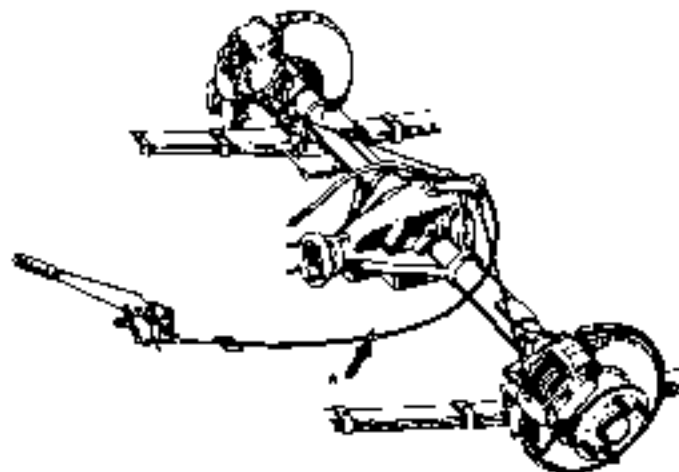

Fig. 16
31. Hebel fuer Handbremse; dieser Hebel bewirkt die Blockierung der Hinterbremsen (Abb. 16). Die Handbremse nu' beim Parken des Autos beziehungsweise bei Anlauf von Steigungen oder beim Anhalten in Hauptverkehr verwenden. Durch Druecken des Knopfes am Hebelende kann der Hebel in die erwuenschte Stellung gebracht werden.